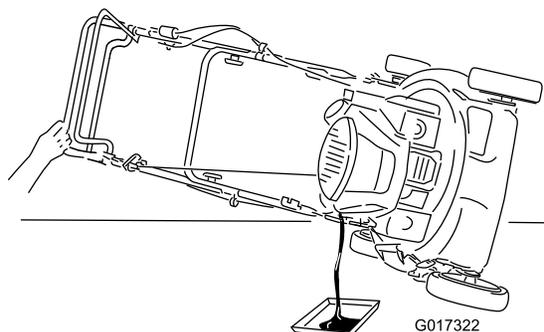

Figura 20
- Ponga el cortacésped de lado, con el filtro de aire hacia arriba, y retire la varilla para drenar el aceite usado a través del tubo de llenado de aceite (Figura 20).